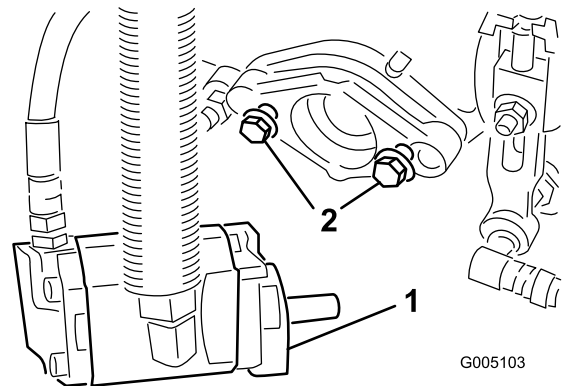

Bild 10
6. Lassen Sie ungefähr 13 mm Gewinde an jedem Befestigungsbolzen des Spindelmotors sichtbar (**Bild 10**).
9. Ziehen Sie die Befestigungsschrauben fest (**Bild 10**).